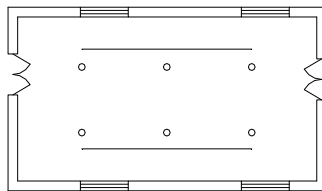

图 2-172 打开设备连接素材
**01** 按 Ctrl+O 组合键，打开配套光盘提供的“第 2 章/2.4.15 设备连管.dwg”素材文件，结果如图 2-172 所示。